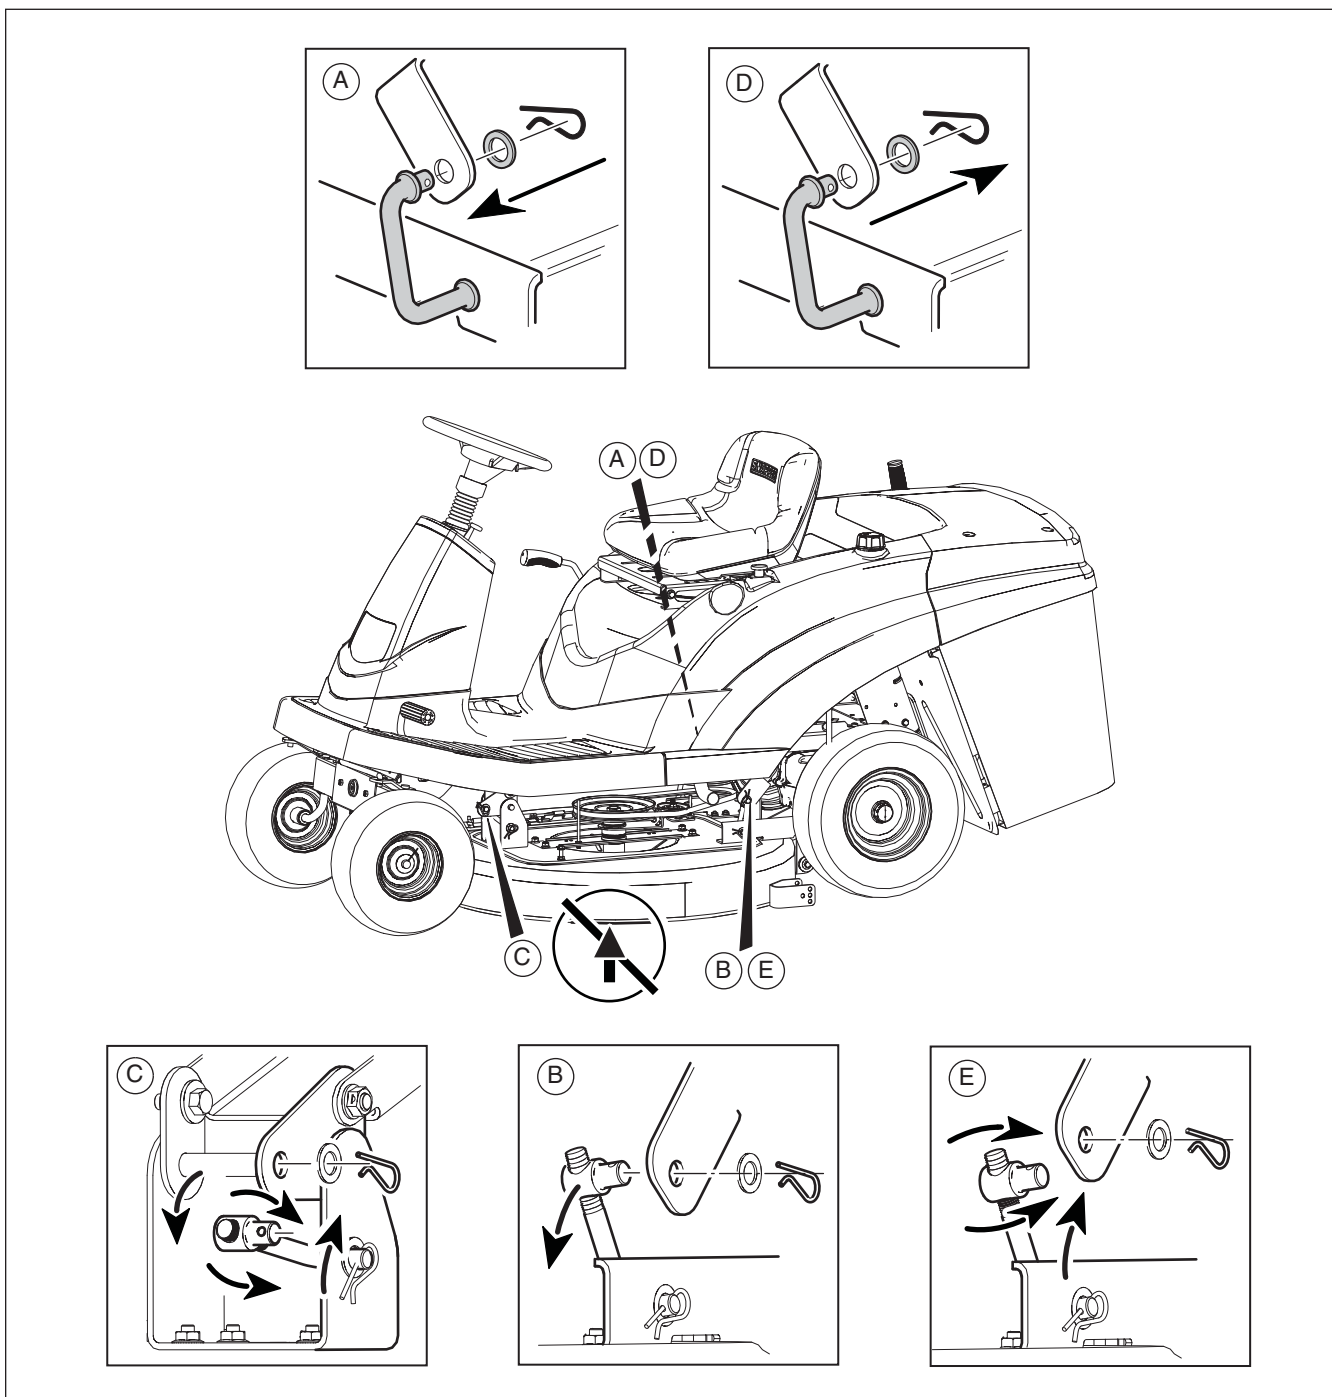

Figura 27
5. Scollegare l'articolazione di sollevamento dalla parte posteriore del piano di falciatura (vedere **A e B, Figura 27**).
7. Togliere la forcella e il dado di regolazione dal gruppo della staffa anteriore (vedere **C, Figura 27**).
10. Ricollegare l'articolazione di sollevamento (vedere **D e E, Figura 27**).